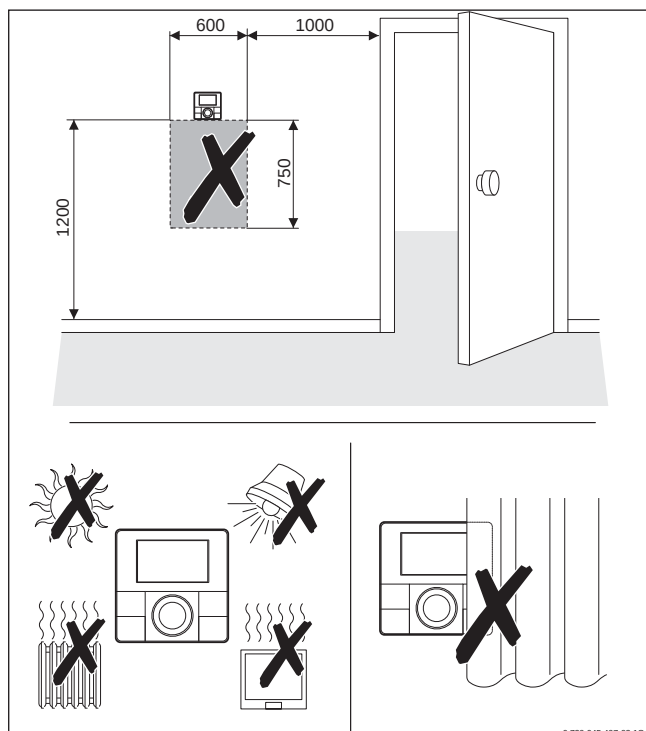

Рис. 58 Розташування блока керування RC ... або зовнішнього датчика температури в базовому приміщенні (розміри в мм)
- Тому блоки керування для регулювання за температурою в приміщенні встановлюються в базовому приміщенні (див. рис. 58).